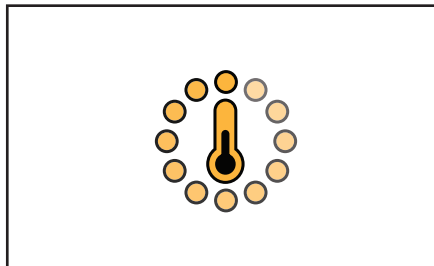

Abb. 4.12-Piktogramm "Aufheizen"
3. Der Touchscreen zeigt das Piktogramm "Aufheizen" (aktives Thermometer) (Abb. 4.12).